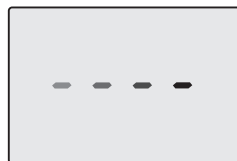
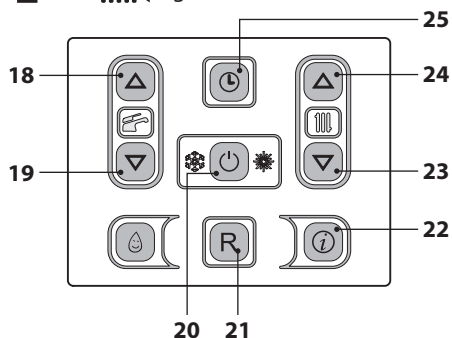

Figura 6.7
Figura 6.8
- Alimentare elettricamente la caldaia azionando l'interruttore bipolare previsto in installazione. Il display LCD visualizza il simbolo (Figura 6.7).
- Tenere premuto per 2 secondi il tasto 20 fino a far apparire sul display entrambi i simboli e (Figura 6.8).
- Spegner la caldaia tenendo premuto per 2 secondi il tasto 20 (Figura 6.8) fino a far apparire sul display LCD il simbolo - - - - (Figura 6.7).